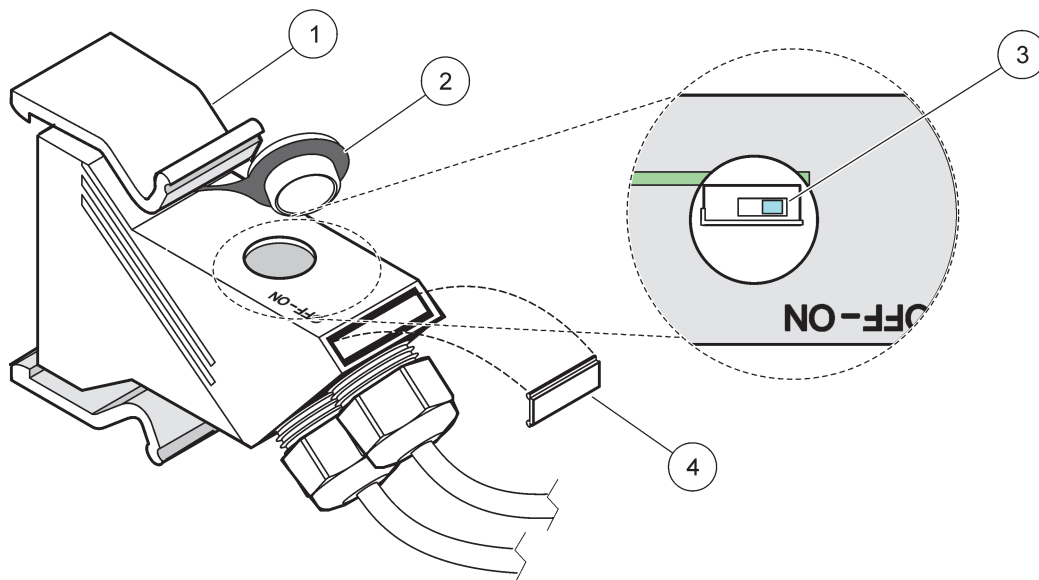

Figura 32 Configuração de uma resistência do terminal (comutador DIP no conector)
14. Coloque a resistência do terminal do último conector de rede na posição LIGADO (consulte a Figura 32 e Tabela 11).